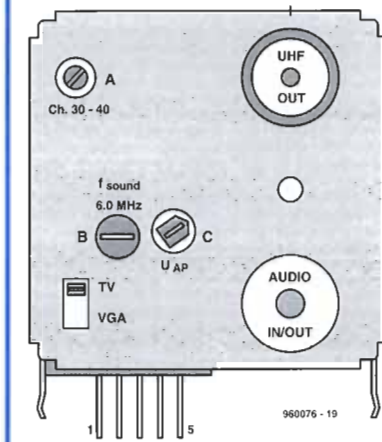

Figura 7.
Las cartas de ajuste se seleccionan pulsando el interruptor S1. El único punto de ajuste de la placa es el condensador C23. Está ajustado para una frecuencia de la subportadora de color de 4,43361875 MHz en el modo TV. Si se dispone de un medidor de frecuencia de precisión la señal puede medirse en el pin 6 de IC2. Sin este aparato también puede ajustarse el valor del condensador para la mejor calidad del color de las cartas de ajuste. En la figura 7 se muestran los puntos de ajuste del modulador UHF. El canal UHF (A) está ajustado de tal forma que la carta de ajuste no se vuelve borrosa (o el sonido interfiere con la imagen) cuando la televisión está correctamente sintonizada en la dirección + (ajuste fino). Como el modulador produce una señal de doble banda es posible sintonizar la banda errónea. La subportadora de sonido probablemente está preajustada a 5,5 MHz y puede ser necesario sintonizarla a 6 MHz. El tono de prueba puede sonar un poco áspero, pero debido a que proviene de una señal rectangular es normal. La polarización del modulador (C) también viene ajustada de fábrica. Si se desea ajustar esto con precisión hay que fijarse en el color amarillo, el sonido y la sincronización. El amarillo es una buena indicación de la señal de vídeo.